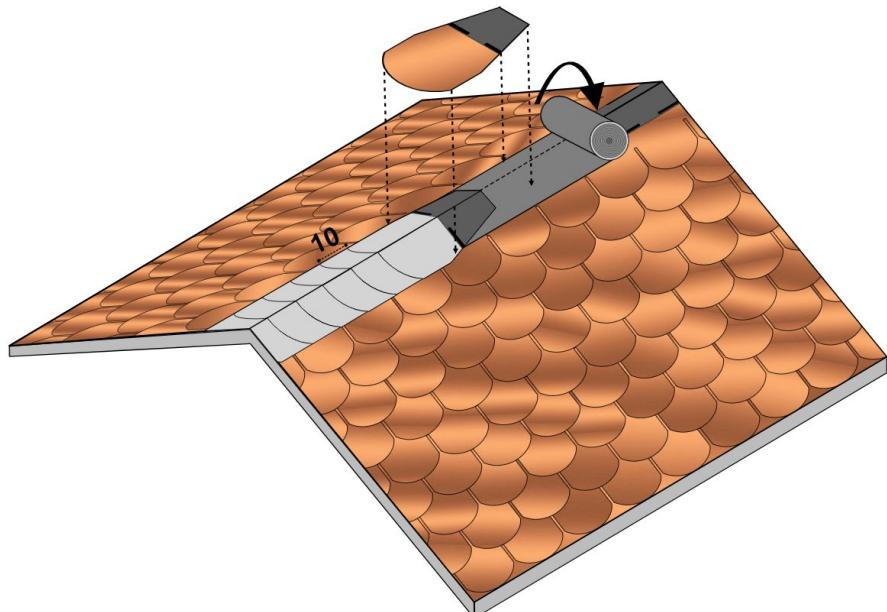

Fig. 19 – Installazione elementi colmo a fiamma
- Applicare sul colmo una fascia di membrana bituminosa Safety EPP a fiamma - Fig. 19.
- Procedere con la posa degli altri elementi colmo in sequenza, lasciando una parte esposta di 10 cm tra un elemento colmo e quello successivo, vedi Fig. 19.